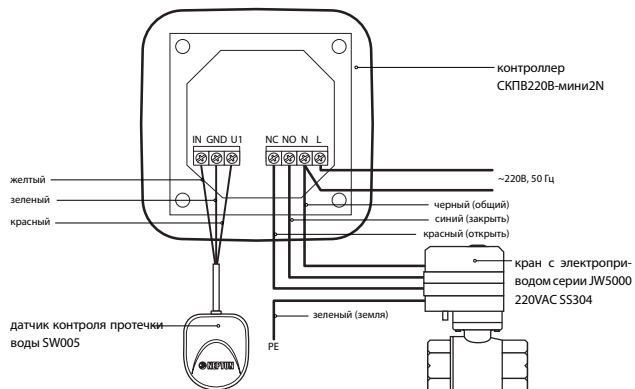

Рис. 8 Схема подключения к контроллеру СКПВ220В-мини2N датчиков контроля протечки воды SW005 и кранов серии JW5000 220VAC SS304.
Подключение кранов с электроприводом к контроллеру СКПВ220В-мини2N выполнить в соответствии с рис. 8.
Напряжение питания на контроллер должно быть подано из силового шкафа через УЗО (номиналом 30 мА). К контроллеру подвести фазу и ноль согласно схеме подключения (рис. 8).
3. выполните соединение проводов в соответствии со схемой (рис. 8);